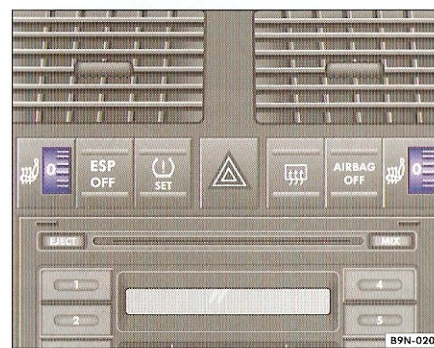

Fig. 46 Regulator pentru încălzirea scaunelor din față.
- Rotiți regulatorul corespunzător ⇒ fig. 46, pentru a porni încălzirea scaunelor. În poziția 0, încălzirea este oprită.